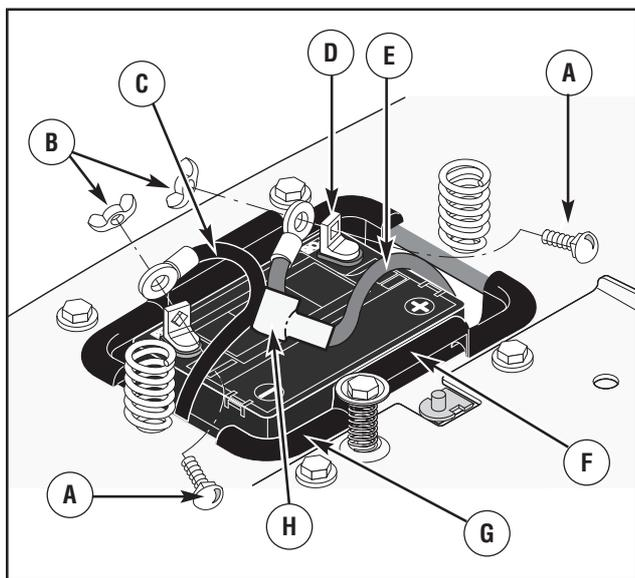

Figura 9: Batteria
1. Guardare in alto e a lato della batteria per individuare la **data della batteria** (figura 9).